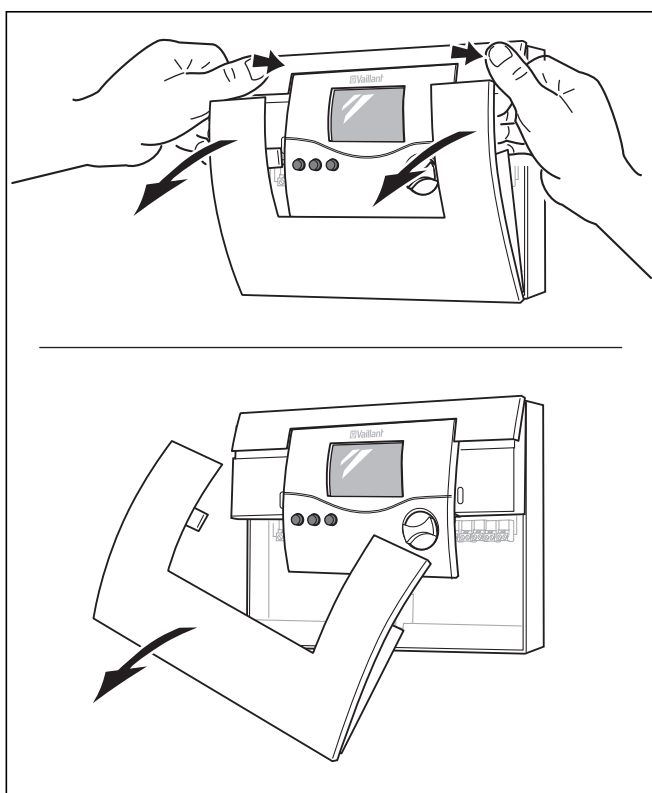

Рис. 4.2 Открывание корпуса регулятора
- Снимите нижнюю часть переднего покрытия корпуса регулятора так, как показано на рис. 4.2.